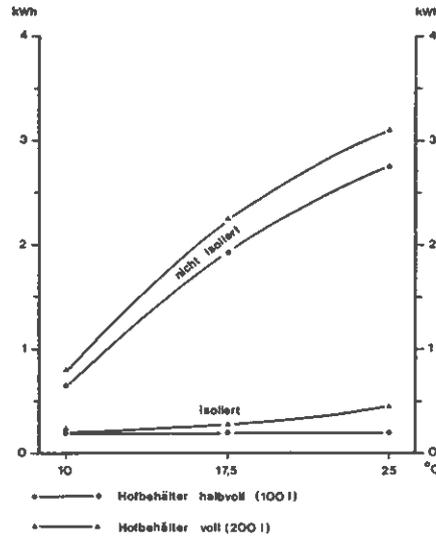

Abb. 26 Einfluss der Isolation auf den Energieverbrauch
- verschmutzte Kondensatoren bei luftgekühlten Anlagen (Abb. 26)